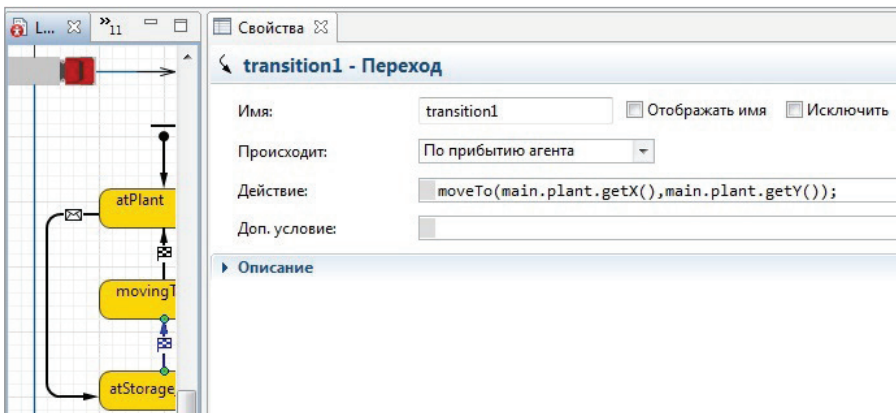

Рис. 6.41. Изменение перехода из состояния atStorage_production в состояние movingToPlant в агенте Lorry
- в переходе из состояния **atStorage_production** в состояние **movingToPlant**, как на рис. 6.41;